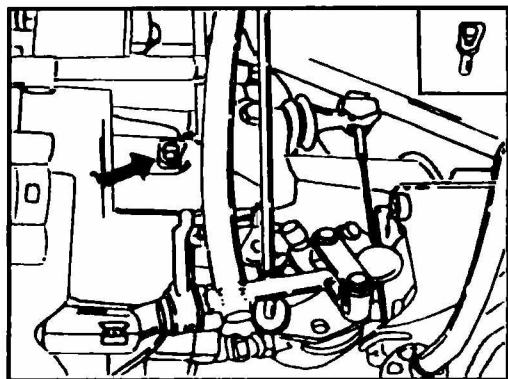

Рис. 2.3 Убрав пробку, заблокируйте стержнем рычаг выключения сцепления
- ◆ Выньте из корпуса коробки передач резиновую пробку (см. рис. 2.3), и стержнем (болт М8х22) заблокируйте рычаг выключения сцепления.